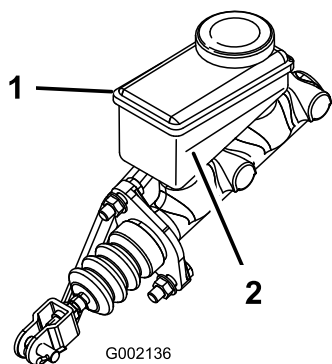

Figure 37
3. Vérifiez sur le côté du réservoir que le niveau de liquide est au-dessus du repère minimum (Figure 37).